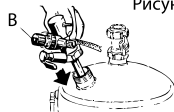

Рисунок 6.2
2. Установите в горловину блок В, состоящий из манометра и регулятора давления. Зафиксируйте его специальным кольцом (рис. 6.2).